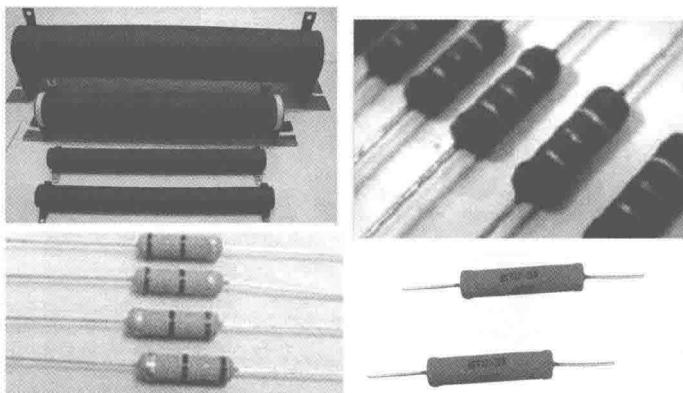

图 1-4 绕线电阻器
(4) 绕线电阻器。线绕电阻器是用康铜、锰铜或镍络合金丝在陶瓷骨架上绕制而成的一种电阻器,表面有保护漆或玻璃釉(见图 1-4)。这种线绕电阻器的特点是耗散功率大,可达数百瓦,主要用作大功率电路中作降压或负载等用(能工作在 150~300℃ 温度的环境中)。另外,由于结构上的原因,其分布电容和电感系数都比较大,不能在高频电路中使用。